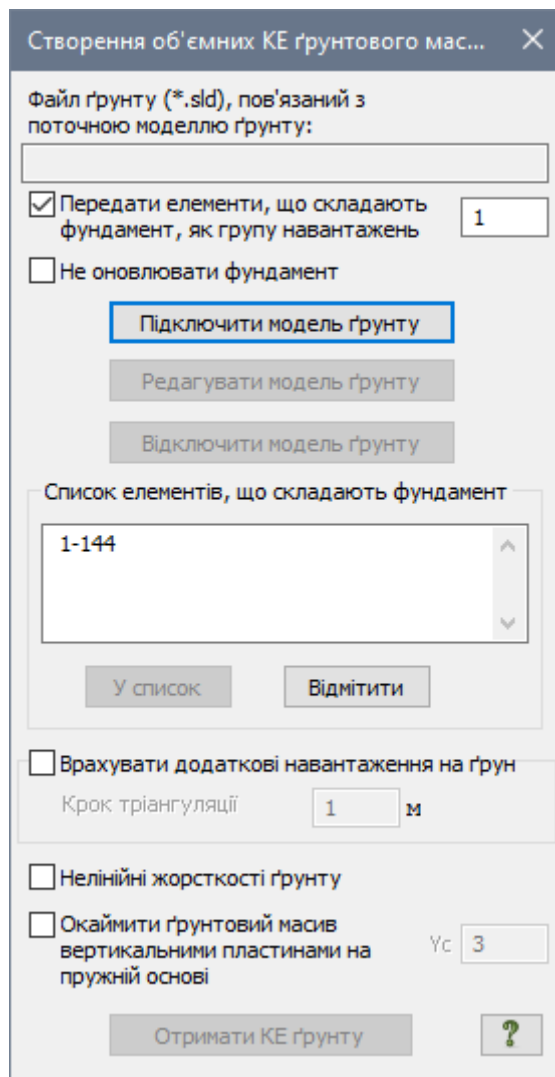

Рис. 17.9. Діалогове вікно Створення об'ємних КЕ ґрунтового масиву
- Натисненням по кнопці  – **Тривимірний ґрунтовий масив** (панель **Ґрунт** на вкладці **Розширене редагування**) викличте діалогове вікно **Створення об'ємних КЕ ґрунтового масиву** (рис. 17.9).